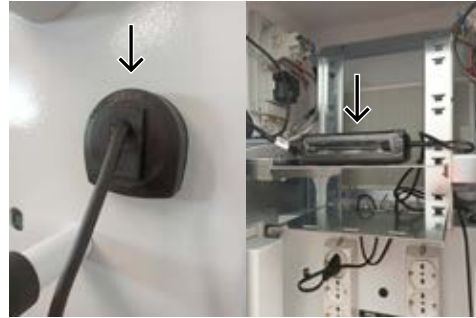

Fig. 20
6. Fig. 20: Rimettere in posizione l'elemento assicurandosi di stringere bene il dado. Posizionare i caricabatterie sui ripiani tecnici.